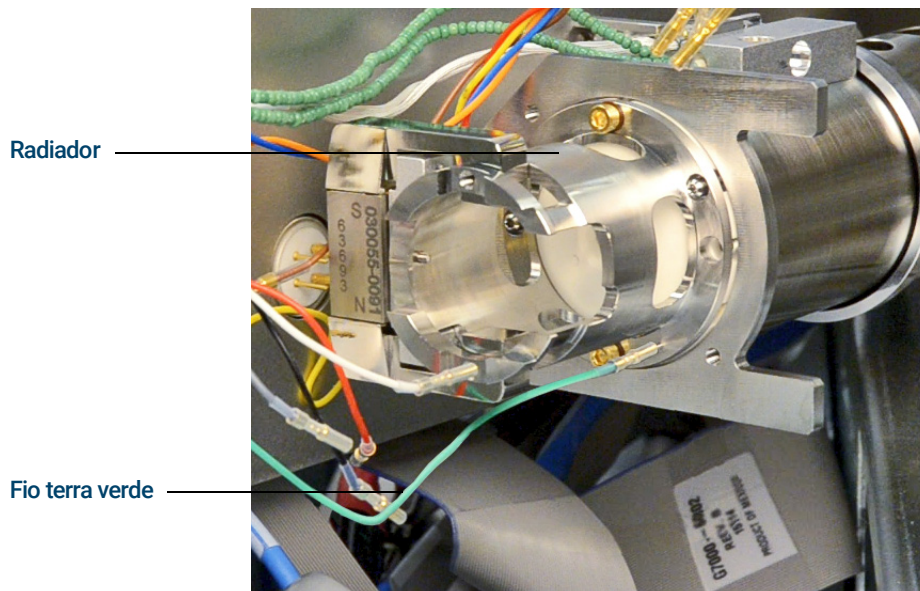

Figura 73 Radiador da fonte de CI
- 2 Desconecte o fio terra verde do radiador. (Consulte **Figura 73**.)